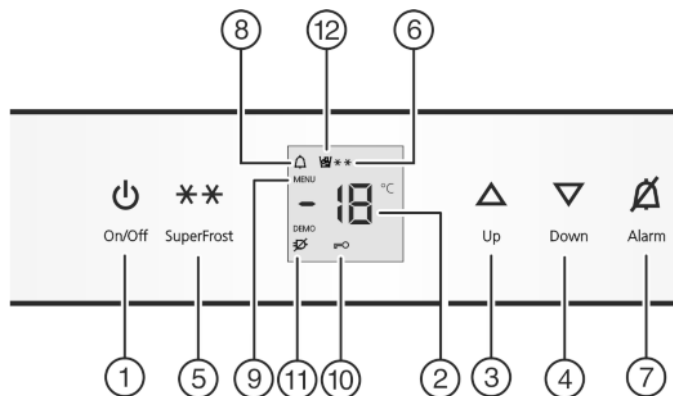

Fig. 2
- ▶ нажмите кнопку On/Off Fig. 2 (1).
- ▶ Активация режима настройки: удерживайте кнопку SuperFrost Fig. 2 (5) прилб. 5 секунд.
▷ Символ меню Fig. 2 (9) горит.
- ▶ Коротко нажмите кнопку SuperFrost Fig. 2 (5) для подтверждения.
- ▶ Для включения защиты от детей коротко нажмите клавишу SuperFrost Fig. 2 (5).
▷ Символ "Защита от детей" Fig. 2 (10) горит. На индикации мигает **c**.
- ▶ Для выключения защиты от детей коротко нажмите клавишу SuperFrost Fig. 2 (5).
▷ Символ защиты от детей Fig. 2 (10) гаснет. На индикации мигает **c**.
- ▶ Выход из режима настройки: нажмите кнопку On/Off Fig. 2 (1).
- ▶ Нажмите кнопку Alarm Fig. 2 (7).
Одновременно мигает индикация температуры и символ тревоги Fig. 2 (8).
Звуковой сигнал выключается автоматически, символ аварийного сигнала Fig. 2 (8) выключается и индикатор температуры перестает мигать, если температура снова становится достаточно низкой.
- ▶ Установка более высокой температуры: нажмите кнопку настройки Up Fig. 2 (3).
- ▶ Установка более низкой температуры: нажмите кнопку настройки Down Fig. 2 (4).